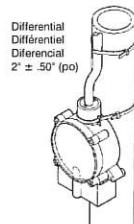

Figure 3
3. For universal installation, refer to Figure 3. The RS-5LL can be attached to a pipe with the cable ties provided. Slots are provided at the upper collar of the switch housing to enable you to secure the switch to piping. Use one cable tie to attach the switch to the pipe through the slots on the collar. The other cable tie should be used to secure the power cord to the piping approximately 3" above the switch collar as shown in Figure 3.
3. Pour une installation universelle, consulter la Figure 3. Le RS-5LL peut, à l'aide des attaches de câble fourries, se fixer à un tuyau. Le boîtier du boîtier de l'interrupteur est muni de rainures afin de pouvoir fixer ce dernier à la tuyauterie. Utiliser une attache de câble pour fixer l'interrupteur au tuyau, par les rainures du collet. L'autre attache peut servir à fixer le cordon d'alimentation au tuyau, à environ 3 pouces au-dessus du collet, tel qu'indiqué à la Figure 3.